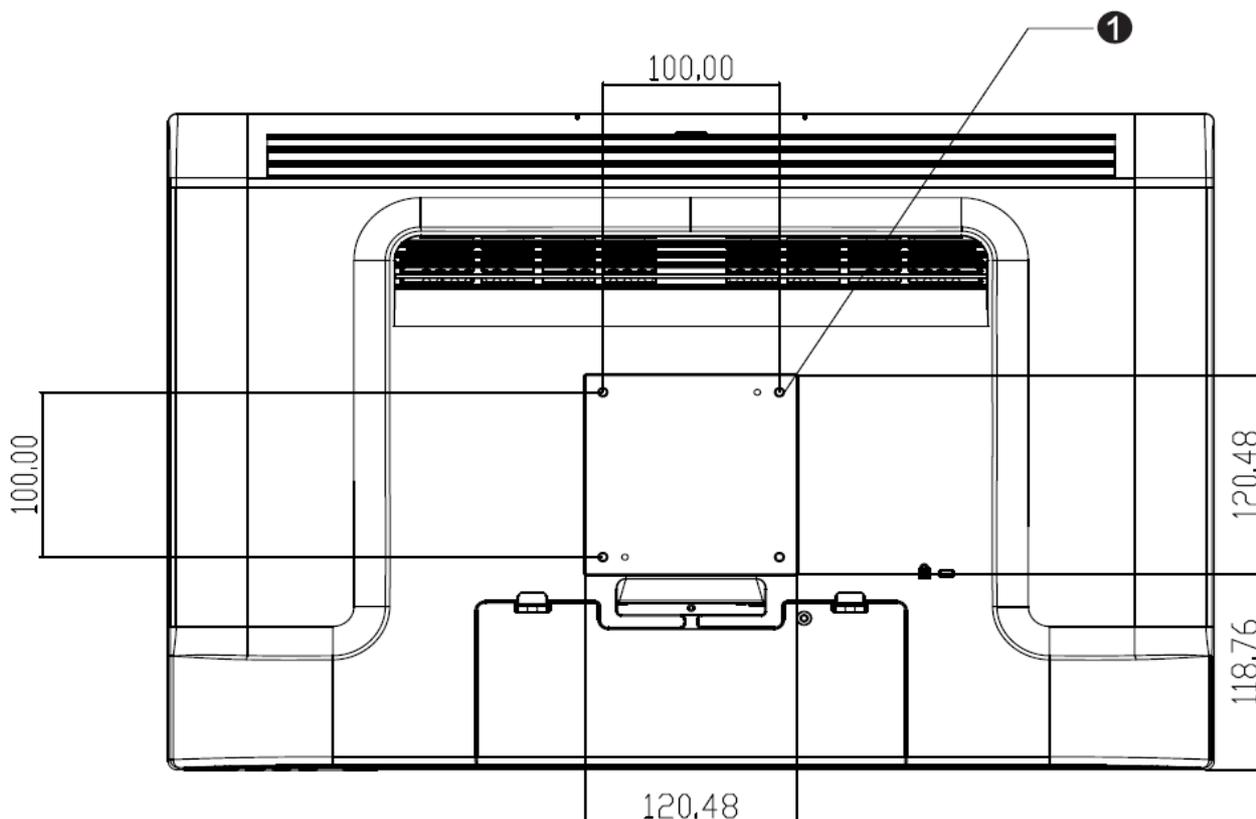

図2-1 : VESA マウントインターフェースの場所、台無し
- 1 ディスプレイがすでに台に接続されている場合はディスプレイと台を接続しているネジ4個を外して（図2-1参照、①項目）、ディスプレイから台を離してください。